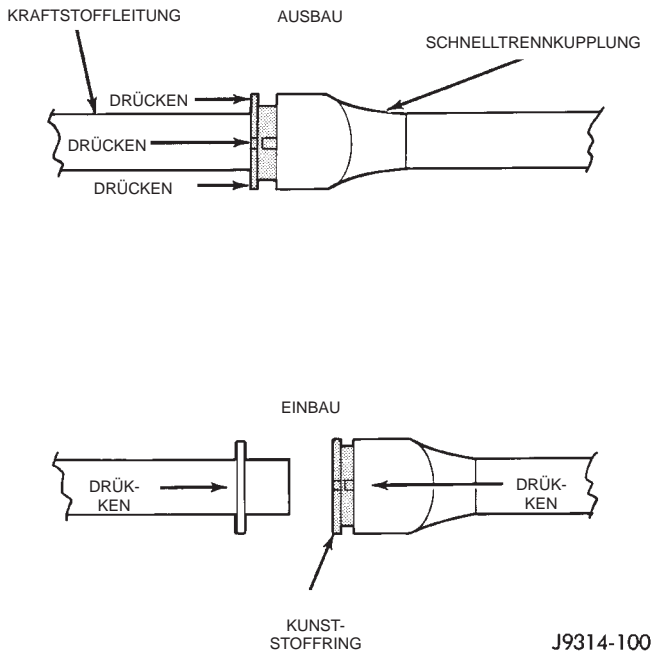

Abb. 19 Kupplung mit Kunststoffhaltering
Dieser Kupplungstyp läßt sich anhand des umlaufenden, meist schwarzen Kunststoffrings identifizieren (Abb. 19).
(1) Den Druck in der Kraftstoffanlage abbauen. Näheres hierzu siehe "Kraftstoffdruck in der Kraftstoffanlage abbauen" in diesem Abschnitt.
(2) Das Minuskabel von der Batterie abklemmen.
(3) Vor der Demontage den Anschluß von Schmutz und Fremdkörpern reinigen.
(4) Zum Lösen des Bauteils der Kraftstoffanlage von der Schnelltrennkupplung die Schnelltrennkupplung kräftig gegen das Bauteil drücken und gleichzeitig den Kunststoffring kräftig in die Kupplung hineindrücken (Abb. 19). Den Kunststoffring gedrückt halten und die Schnelltrennkupplung von dem Bauteil abziehen. **Der Kunststoffring muß gleichmäßig in das Gehäuse der Schnelltrennkupplung gedrückt werden. Wird er beim Ausbau verkantet, kann es zu Problemen beim Demontieren der Schnelltrennkupplung kommen. Zur Unterstützung beim Ausbau einen Gabelschlüssel seitlich am Kunststoffhaltering ansetzen.**
(5) Nach der Demontage bleibt der Kunststoffring im Gehäuse der Schnelltrennkupplung.
(6) Das Gehäuse der Schnelltrennkupplung, den Kunststoffhaltering und das Bauteil der Kraftstoffanlage auf Beschädigung prüfen. Nach Bedarf austauschen.
(7) Bevor die Schnelltrennkupplung an dem instandgesetzten Bauteil der Kraftstoffanlage wieder montiert wird, sind beide auf einwandfreien Zustand zu prüfen. Die Teile mit einem fusselfreien Tuch reinigen. Anschließend die Teile mit sauberem Motoröl leicht einölen.
(8) Die Schnelltrennkupplung in das Bauteil einschieben, bis sie hörbar einrastet.
(9) Durch kräftiges Ziehen (70 - 140 N) an der Kraftstoffleitung und an der Schnelltrennkupplung prüfen, ob diese fest sitzt.
(10) Das Minuskabel an der Batterie anschließen.
(11) Den Motor anlassen und auf Undichtigkeiten prüfen.